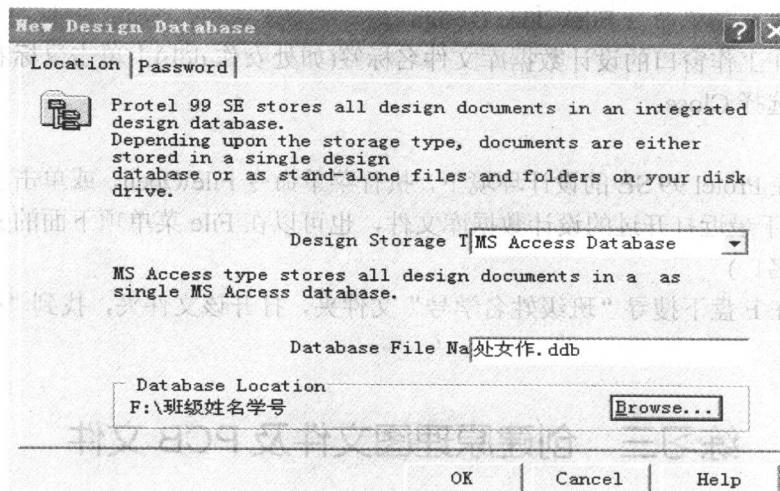

图 1-1 新建设计数据库对话框
- (1) 启动 Protel 99 SE(双击桌面上的 Protel 99 SE 快捷图标 ，进入 Protel 99 SE 设计环境)。
- (2) 在设计环境中，执行菜单命令 File\New ，系统将弹出新建设计数据库对话框，如图 1-1 所示。